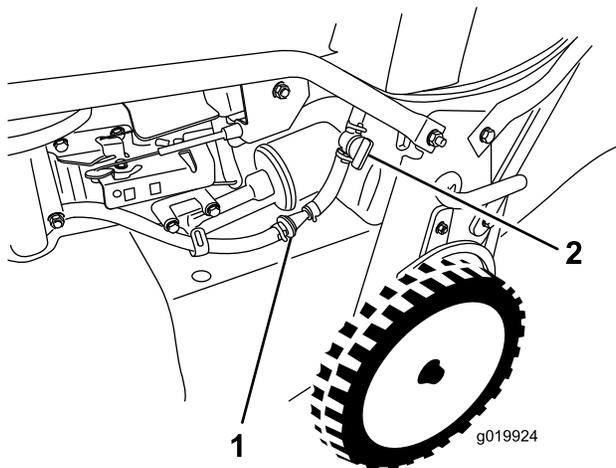

Figura 35
3. Feche a válvula de corte do combustível (Figura 35).
4. Retire o filtro de combustível (Figura 35) do tubo de combustível desapertando as braçadeiras de tubos que rodeiam o filtro.